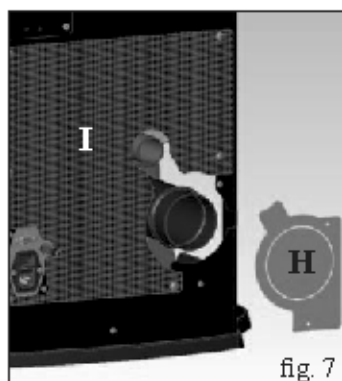
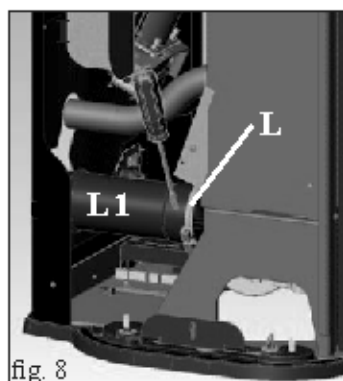

fig. 7
fig. 8
- Démonter les côtés en verre (H - fig. 7) en enlevant les protections
- Éliminer les tampons en caoutchouc en dessous des étriers de fixation (supérieure et inférieure) des côtés en verre (I - fig. 8)
- Enlever le plan supérieur en verre en appui (H - fig. 7).
- Enlever le côté en acier, fixé à la structure de la poêle avec 2 vis (X - Fig. 7) pour enlever, tirant vers le haut (I - Fig. 8).
- Enlever le diaphragme (H - fig. 7) et, en cas de nécessité, même la partie arrière inférieure percée (I - fig. 7).
- Desserrer le collier (L - fig. 8) et enlever le tuyau de sortie des fumées (L1 - fig. 8).